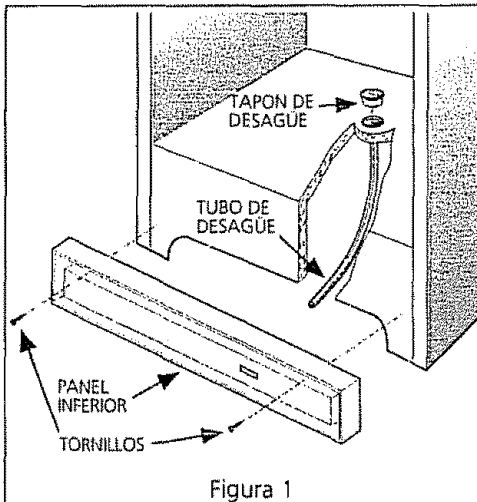

Figura 1
- Saque el panel inferior quitando dos de los tornillos de la parte delantera del panel. Saque el alambre de los sujetadores en la parte inferior del gabinete. (Figura 1)
- Desenchufe el conector sujetando el conector del gabinete en su lugar y tirando el conector de la puerta. (Figura 1)
- **En modelos verticales** con desagüe de descongelamiento (Figura 1), remueva el tapon de desagüe en el piso interior del congelador jalándolo hacia arriba. Para ganar acceso al tubo de desagüe exterior en modelos con panel, primero quite los tornillos del panel. Encuentre el tubo de desagüe cerca a la parte izquierda del centro debajo de el congelador. Posicione una bandeja o bandeja divisora debajo del tubo de desagüe. Inspeccione al bndeja ocasionalmente para evitar brebordaje. Un adaptador de manguera de jardineria de una pulgada puede ser usada para conectar el deague del congelador directamente al desagüe del piso. Si su modelo no viene equipado con este adaptador, usted puede adquirirlo en cualquier almacen de abarrotes. Vuelva a poner el tapon de desagüe cuando halla terminado de descongelar y limpiar. Si usted dejal el desagüe abierto, aire a temperatura hambiente puede entrar al congelador.